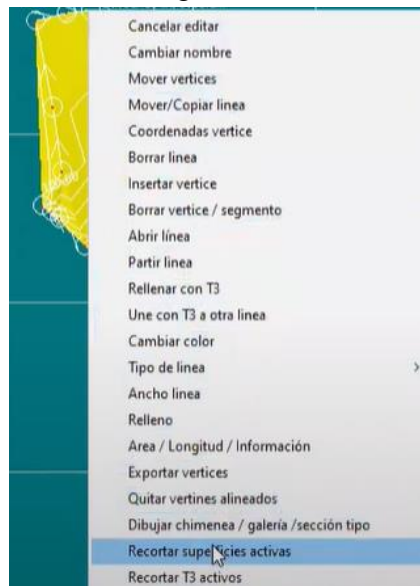

Figura 419. Recortar superficies activas.
51. Para depurar los límites de las curvas de nivel, dar clic en cualquier vértice y seleccionar la opción “Recortar superficies activas”. Figura 419.